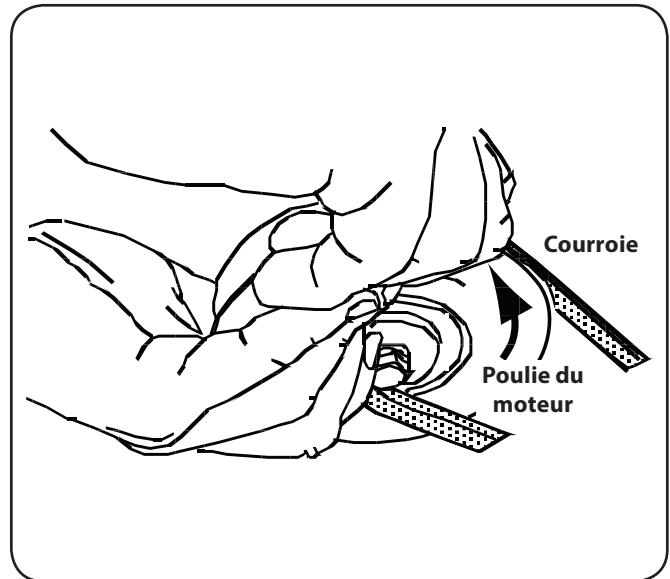

Figure 7-8
10. Faites glisser la courroie sur la poulie du moteur. Voir Figure 7-8.